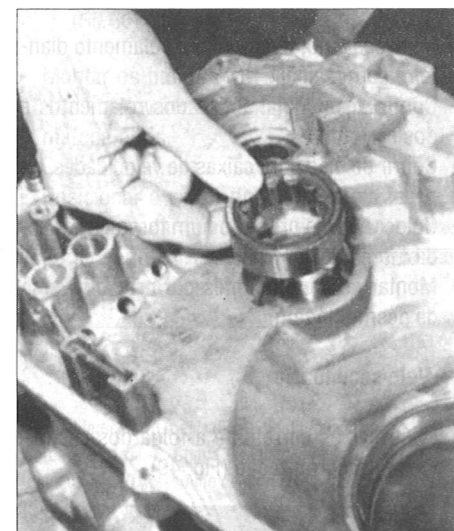

Fig. 47
- Desmontar o rolamento de rolos do veio secundário (Fig. 47).